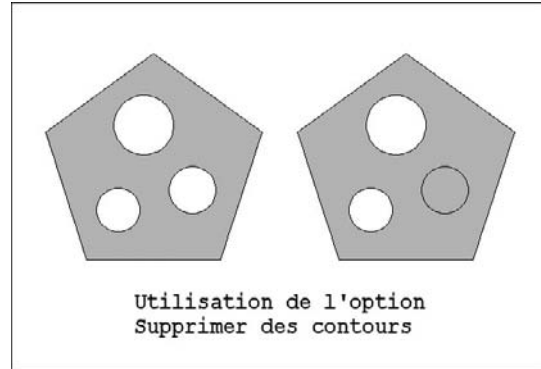

Fig.8.6
- **Supprimer des contours** (Remove boundaries) : supprime la définition du contour de tout objet précédemment ajouté (fig.8.6).